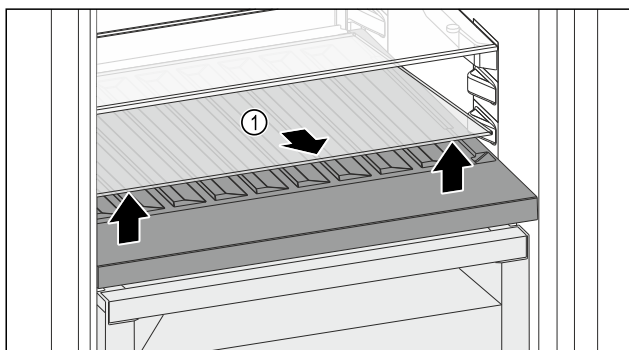

Fig. 205
- ▶ Приподнимите стеклянную пластину Fig. 205 (1) за выемку спереди и извлеките.
- ▶ Уложите стеклянную пластину Fig. 205 (1) на хранение вне устройства.
- ▶ Установите стеклянную пластину (2) под сменной полкой для хранения бутылок.